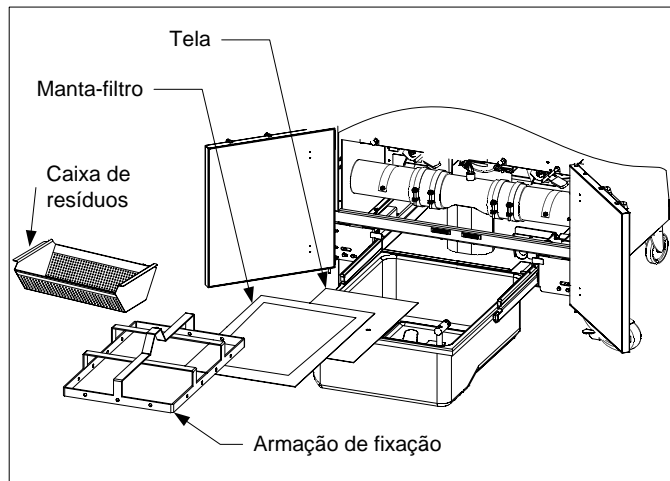

Figura 1
1. Remova o tacho de filtragem do gabinete e, em seguida remova a caixa de resíduos, armação de fixação, manta e tela do filtro. (Veja a Figura 1) Limpe todos os componentes metálicos com uma solução de concentrado de uso geral e água quente, depois seque bem.
- Depois, na ordem inversa, coloque a tela metálica do filtro no centro do fundo do tacho e estenda uma manta-filtro sobre a tela, de modo que o lado **rugoso** da manta fique para cima. Certifique-se de que a manta esteja entre as nervuras salientes do tacho de filtragem. Depois, coloque a armação de fixação sobre a manta-filtro e coloque novamente a caixa de resíduos na frente do tacho de filtragem. (Veja a Figura 1)